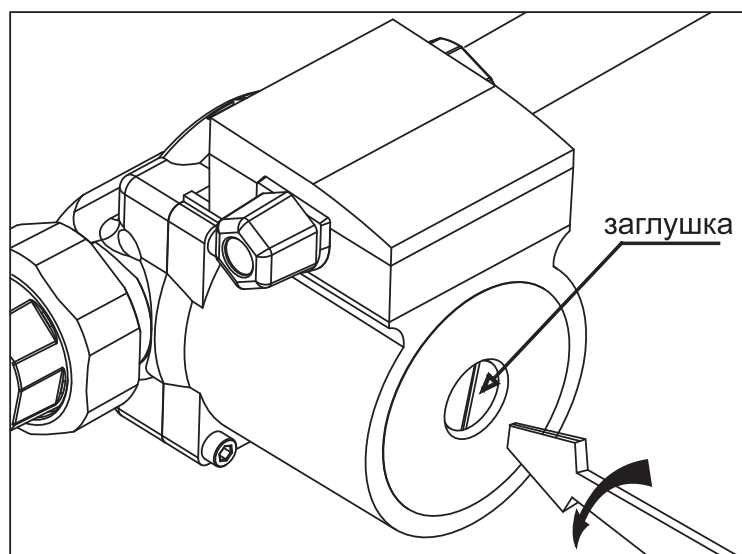

Рис.9 Удаление воздуха из насоса
- Выкрутить винт и ослабить заглушку для удаления воздуха, защитив электрические части от попадания жидкости или пара **Рис.9;**